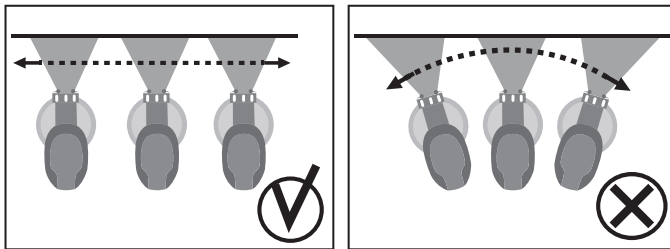

Рис. 4
**1.** Установите изделие на расстоянии 25-30 см от окрашиваемой поверхности. Включите изделие нажав курок выключателя (2).
**Примечание!** Регулировка расхода материала зависит от степени нажатия на выключатель (2). Максимальный расход определяется регулятором (1). Начните равномерно вести изделие вдоль окрашиваемой поверхности, держа распылитель строго перпендикулярно ей. (Рис. 4).